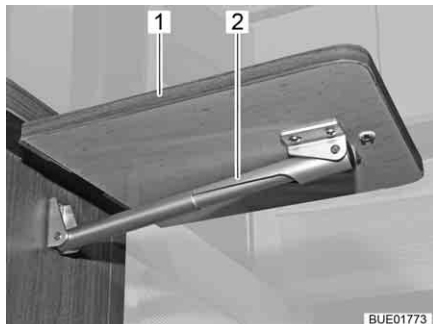

Bild 137 Klappbord till köksbänk, utfällt
- Lossa klappbordet till köksbänk (Bild 137,1) från magnethållaren med ett lätt drag.
- Fäll upp bordsskivan tills teleskopfästets (Bild 137,2) fixering aktiveras.